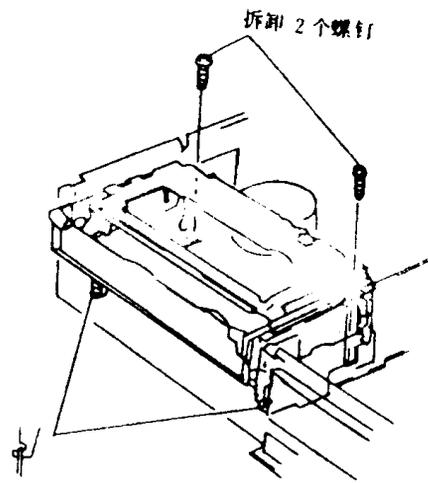
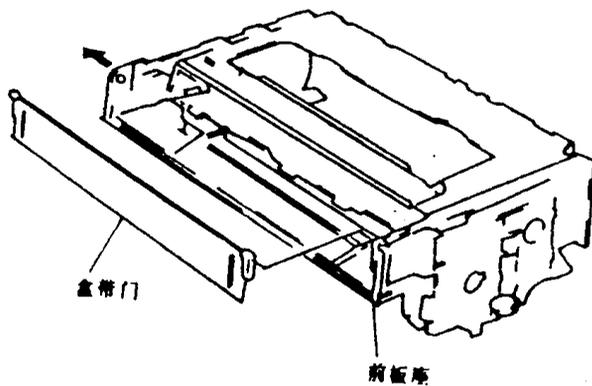

图 1-10
图 1-11
②拆卸2个螺钉,如图1-10所示。
③将机构的后部拿起来,并释放前板座面上的配件。
步骤: ①将前板座左边向外(图1-11中箭头方向)压。
②拆卸盒带门,如图1-11所示。